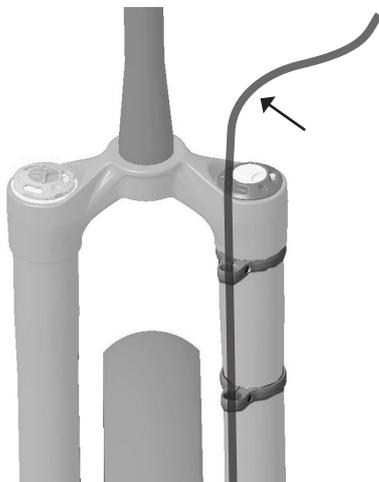
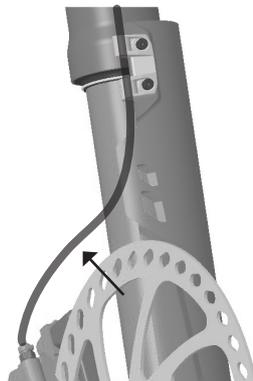

Figura 8: Lunghezza della guaina sufficiente sopra la guida della guaina del freno superiore
Figura 9: Arco della guaina del freno e spazio sopra il rotore
5. Verificare che la lunghezza della guaina del freno anteriore sia sufficiente sopra la guida superiore della guaina del freno fino alla leva del freno (Figura 8). Verificare la guaina del freno formi un arco regolare tra il morsetto della guaina del freno e la pinza del freno (Figura 9). Tutte le sezioni della guaina del freno devono presentare un percorso libero durante la compressione della forcella.